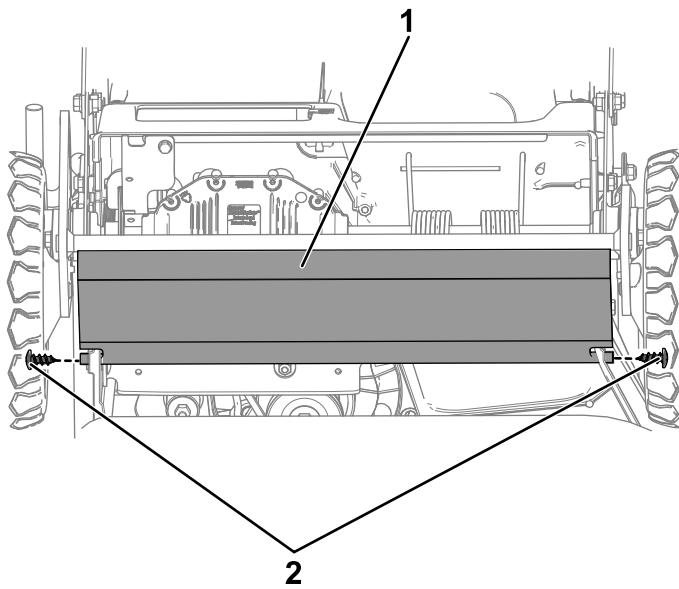

Figure 47
9. Déposez la tôle de protection en retirant les 2 boulons qui la maintiennent en place (Figure 47).